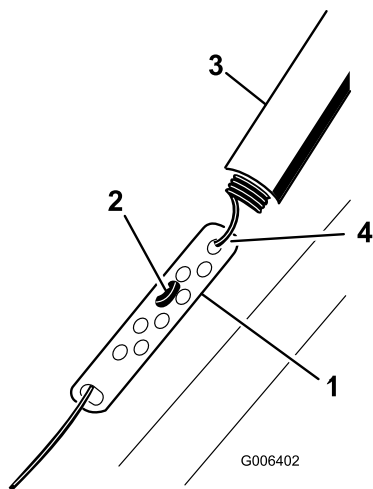

Figure 26
1. Remontez la protection du ressort et décrochez le ressort de la bielle de réglage (Figure 26).